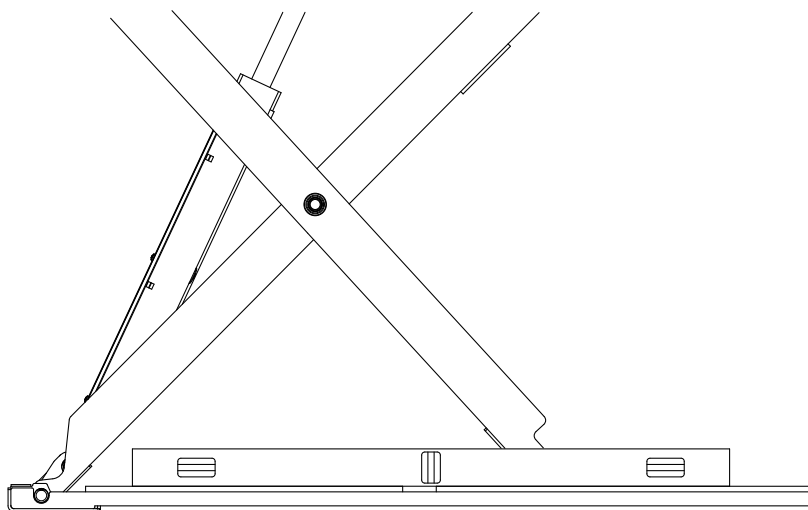

Fig. 8b
4. Verificar se ambas as plataformas estão em nível da frente para trás, Fig 8b.